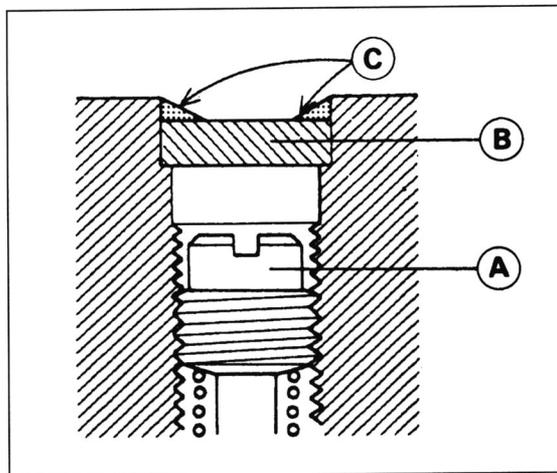

Bild 99
- *Schweiz:* Zuerst Verschlusskappe «B» Bild 99 vorsichtig durchbohren und abnehmen.
- Schweiz: Neuen Verschlussstopfen in Bohrung einsetzen und mit etwas Klebstoff fixieren (siehe Bild 99).